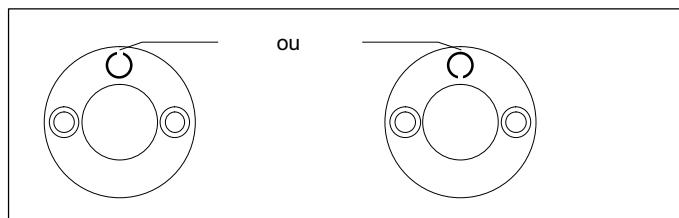

Fig. 6.1 Disposition de la goupille de serrage anti-rotation
- ▶ Enfoncer la goupille de serrage jusqu'en butée dans l'alésage de la pièce d'appui à l'aide d'un marteau. Disposer le côté ouvert de la goupille radialement (Fig. 6.1).